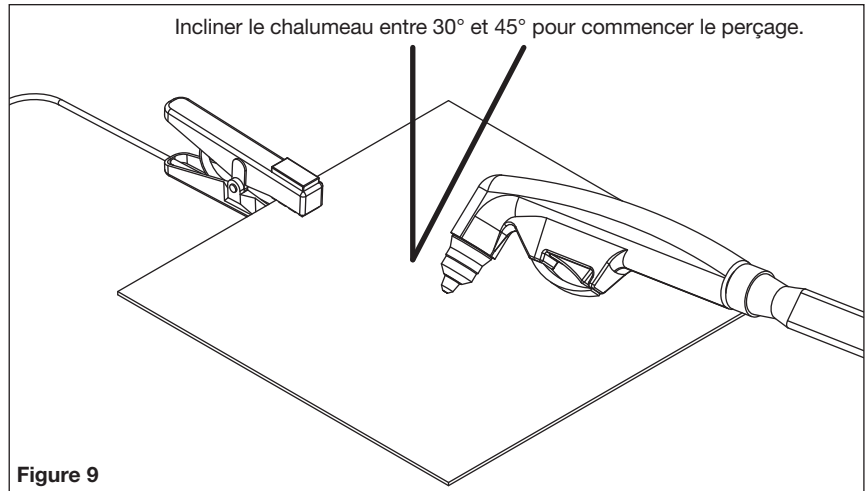

Figure 9
1. Position torch tip at the desired pierce location. Tilt the torch toward one side about 30°- 45° with tip resting against the workpiece. See Figure 9.
1. Positionnez l'embout du chalumeau à l'endroit que vous souhaitez percer. Inclinez le chalumeau d'un côté d'environ 30° à 45° en faisant en sorte que l'embout repose sur la pièce. Voir la Figure 9.